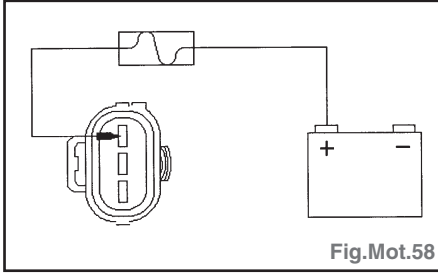

Fig.Mot.58
necteur d'interrupteur de coupure d'alimentation à inertie) et contrôler si de l'air est présent dans le tube transparent (Fig.Mot.58).
- Avec un fil volant protégé par fusible 15A, alimenter la pompe d'alimentation en tension batterie (broche 1 de connecteur d'interrupteur de coupure d'alimentation à inertie) (Fig.Mot.58).